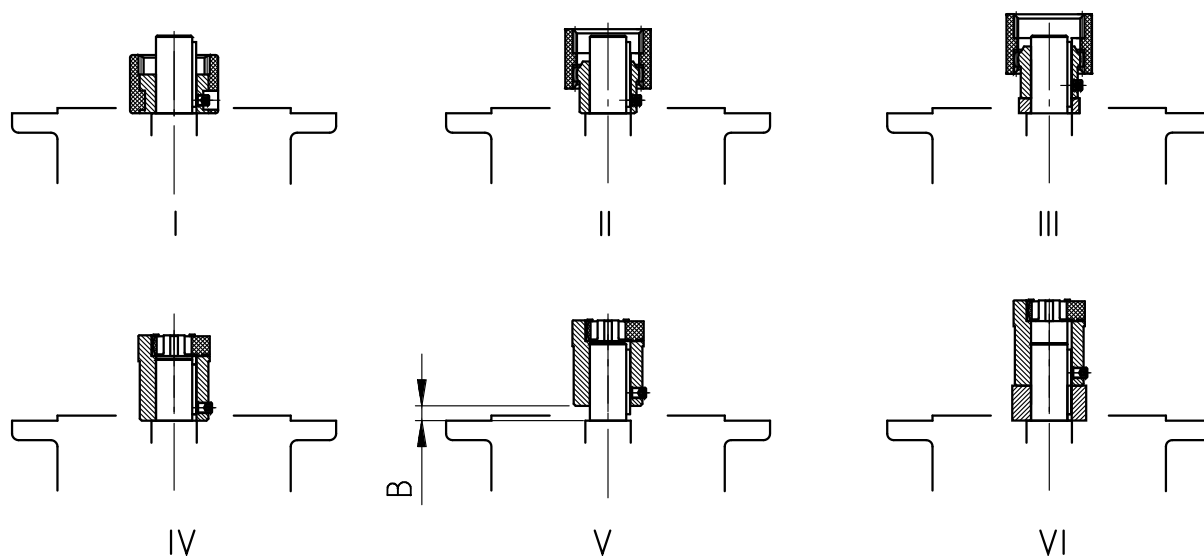

Figura 15: Montaje del acoplamiento en el eje motor en el caso de diferentes tipos de acoplamiento
8. Monte el motor en el adaptador. Monte también la corona dentada o el casquillo dentado incluidos en el envío (ver Figura 15: Montaje del acoplamiento en el eje motor en el caso de diferentes tipos de acoplamiento). En el caso del adaptador AN360TC y AN400TC, primero debe fijarse la brida del adaptador al motor y solo después debe atornillarse el motor al adaptador.